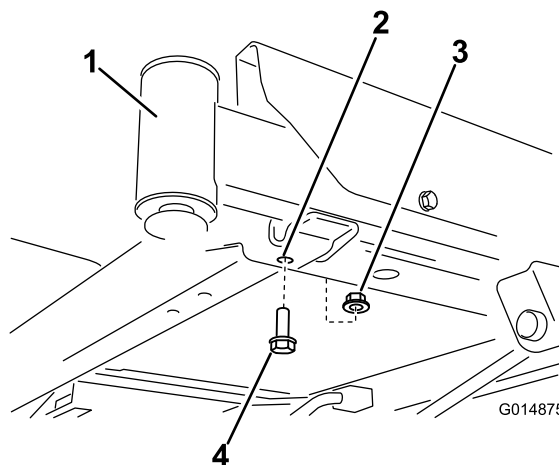

Figura 3
1. Localice los pernos delanteros en la parte inferior del bastidor (Figura 3 y Figura 4). Retire los dos pernos y las dos contratuercas (3/8 pulgada). Guarde las contratuercas.